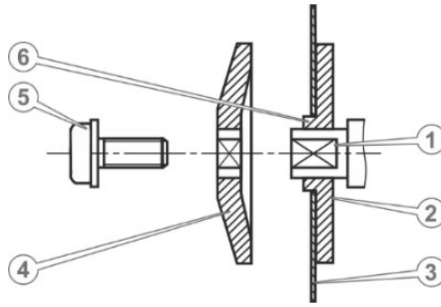
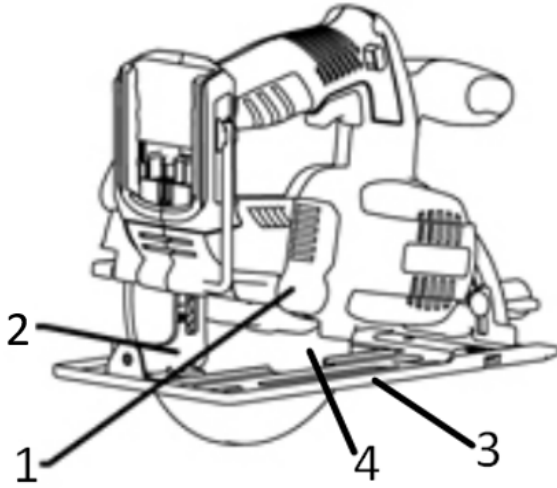

Рисунок 2. Схема встановлення циркулярного (пиляльного) полотна.
Рисунок 4. Схема регулювання глибини різку.
1. Встановити внутрішній фланець (2, рис. 2) з посадковим виступом (6, рис. 2) на вал редуктора (1, рис. 2).
2. Встановити на вал циркулярне полотно (3, рис. 2) у такий спосіб, щоб виступ внутрішнього фланця увійшов в отвір циркулярного полотна.
3. Встановити на вал тарілчасту шайбу (4, рис. 2).
5. Надійно затягнути притискний болт (5, рис. 2).
- послабити важіль фіксації механізму регулювання глибини різь (1, рис. 4);
- обережно підняти край основи металевої бази (3, рис. 4), встановивши необхідну глибину різь;
- надійно затягнути важіль фіксації механізму регулювання глибини різь (1, рис. 4);
- переконатися, що глибину різь встановлено правильно – посунути рухливий захисний кожух (4, рис. 4) у напрямку руху годинникової стрілки, щоб відкрилося циркулярне полотно, та виміряти відстань від краю різального полотна (2, рис.2) до поверхні металевої бази.